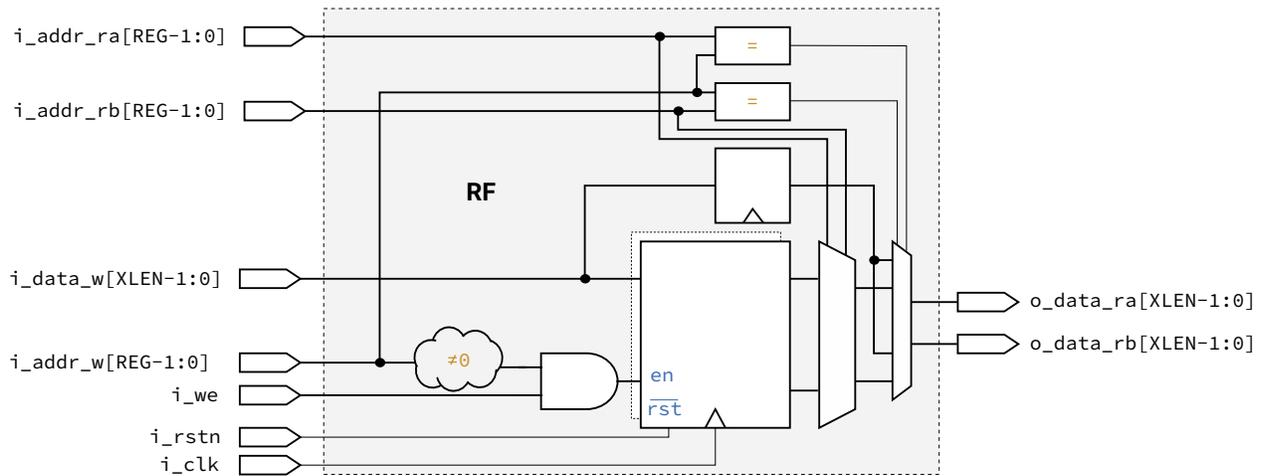

FIGURE 18: Module *Banc de Registres* (RF)
Le rôle du module *Banc de Registres* (RF) dans le *mini-riscv* consiste à contrôler l'accès en lecture et en écriture aux 32 registres de 32 bits. Il comporte deux paramètres génériques : `REG` et `XLEN`, qui définissent la taille des signaux d'adresse et de donnée. Par défaut, `REG = 5` et `XLEN = 32`. La FIGURE 18 montre le schéma de principe du *banc de registre*, et la SOURCE 6 montre son interface VHDL. Le module est séquentiel. Il doit se comporter de la façon suivante : Chaque adresse pointée par les signaux d'adresse (`i_addr_*`) correspond à un emplacement mémoire accessible par les signaux de données (`i_data_w` et `o_data_*`). L'adresse `0x0` contient toujours la valeur 0. La remise à zéro est asynchrone : La totalité des emplacements mémoires sont affectés à zéro lorsque `i_rstn` vaut 0. L'écriture des données s'effectue sur front montant du signal d'horloge `i_clk`. L'emplacement pointé par le signal d'adresse `i_addr_w` est